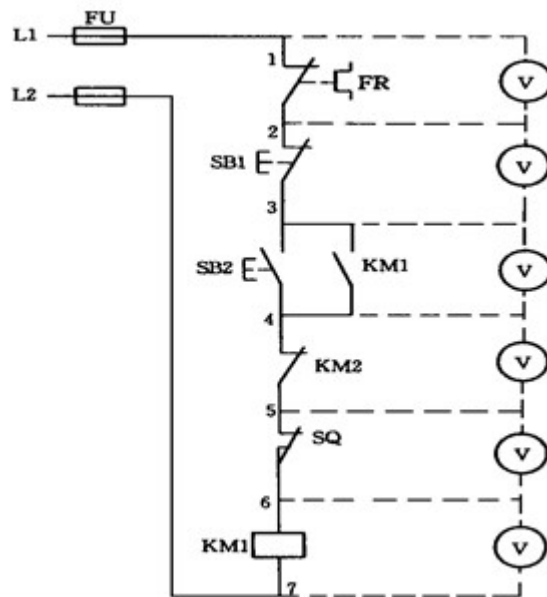

Figura 4.2.3 Medida seccional de tensión
b. Método de medida seccional El método de medida de tensión se muestra en la Figura 4.2.3.